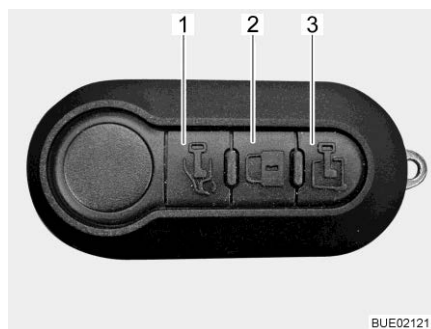

Bild 64 Multifunktionale Fernbedienung (3 Tasten)
- Fahrertür entriegeln: ■ Taste  (Bild 64,1) einmal kurz drücken. Die Fahrertür ist entriegelt.
- Eingangstür entriegeln: ■ Taste  (Bild 64,3) einmal kurz drücken. Die Eingangstür ist entriegelt.
- Alle Türen verriegeln: ■ Taste  (Bild 64,2) einmal kurz drücken. Alle Türen sind verriegelt.